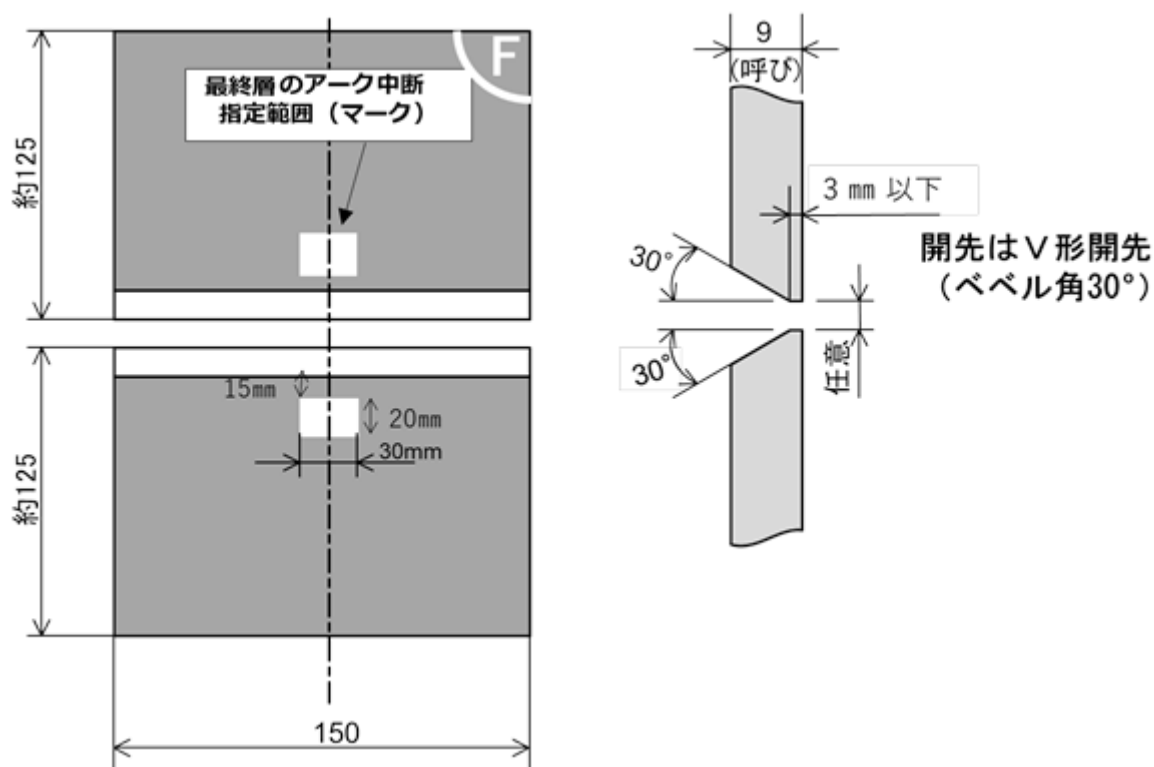

図 1 競技材料並びに開先部の形状・寸法（単位：mm）
また、競技材料並びに開先部の形状・寸法は図 1 のとおりとする。
- ★ (2) 競技材料の開先はV形開先（ベベル角 30° ）とし、開先部の調整は図1に示す範囲内で行う。ただし、局部的な競技材料のベベル角度を変更やルート面寸法を小さくするなどの局部加工を行ってはならない。